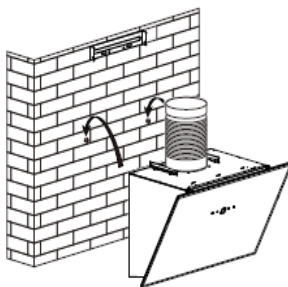

Rys. 2
3. Po ustaleniu wysokości okapu kuchennego zmierz położenie otworów do zawieszenia okapu, wewnętrznego wspornika komina, zewnętrznego wspornika komina i otworów bezpieczeństwa. Wywierć 8 otworów $\varnothing 8$ i włóż kołki rozporowe do otworów. Przymocuj wewnętrzny wspornik komina do ściany za pomocą 2 wkrętów ST4 x 40 mm. Wkręć 2 wkręty ST4 x 8 mm w otwór do zawieszenia korpusu okapu, a zainstalowane wkręty powinny wystawać 3-5 mm poza ścianę, aby można było zawiesić okap. Ustalone położenie wewnętrznego wspornika komina to najwyższe miejsce okapu na kominie. Patrz Rys. 2